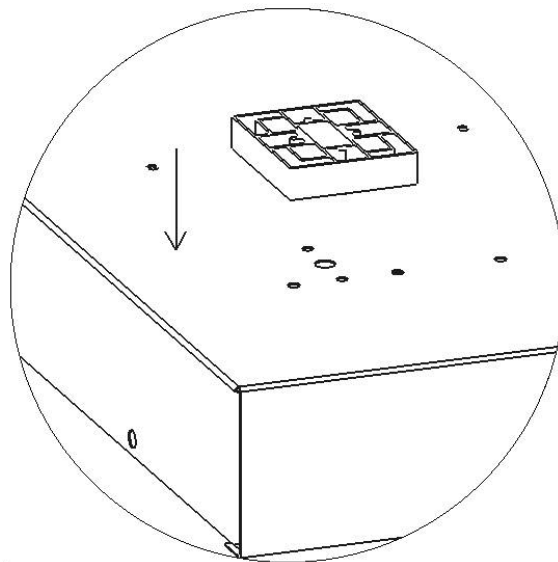

Рисунок 2 - Схема установки проставки
6.3 Снимите боковую планку (поз. 3), отвернув удерживающие ее винты (поз. 5). Снимите рассеиватель (поз.2), выдвинув его со стороны боковой планки. Установите проставки пластиковые (поз. 4) в отверстия возле крепежных мест (рисунок 2). Закрепите светильник на опорной поверхности, предварительно разметив точки крепления и пропустив сетевые провода через резиновую заглушку.